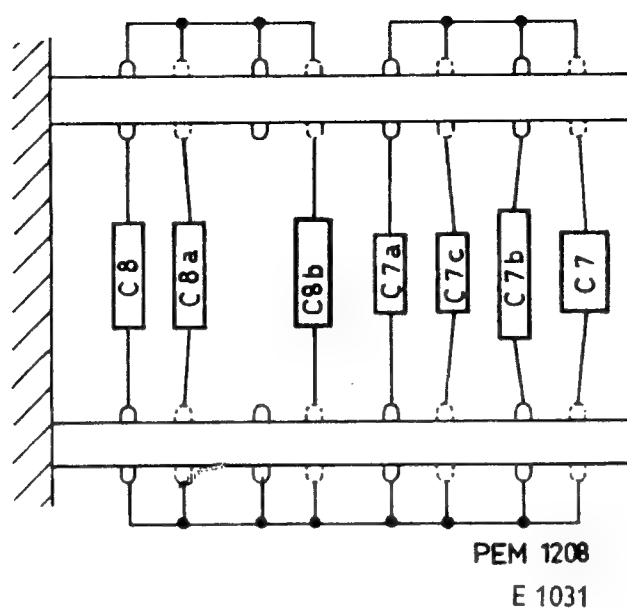

Abb. 17. Anordnung der Abgleichkondensatoren
- Durch Shunten von C7 (a, b, c Abb. 17) Nullabgleich vornehmen; keine Shunts verwenden, die grösser als 180 nF sind; an deren Stelle zwei kleine einlöten. Nur die in der Stückliste angegebene Kondensatorart verwenden.